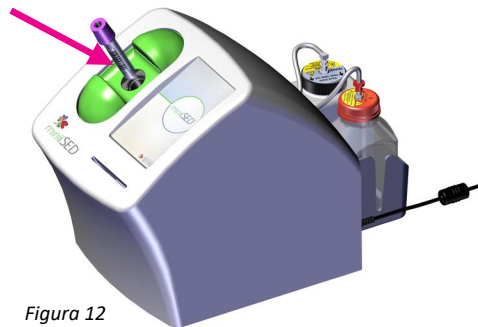

Figura 12
1. Insira o tubo primário fechado, com o código de barras voltado para baixo, na porta de carregamento do analisador, conforme indicado (Figura 12).